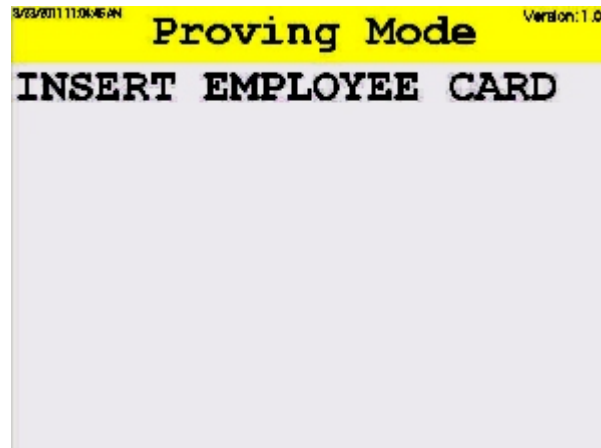

Figure 4
3) The next screen that appears will either ask to “Insert Employee Card” or if a card reader does not exist in the VPD, it will ask “Enter Employee PIN”. Swipe the employee’s card or use the keypad to enter the PIN, if a card reader doesn’t exist in the VPD. (Figure 4 below only shows the prompt for a VPD system that does contain a card reader).
3) L'écran suivant qui apparaît, va soit demander à insérer une carte d'employé «Insert Employee Card» ou si un lecteur de carte n'existe pas dans le VPD, il demandera "Enter Employee PIN". Glissez la carte d'employé ou utilisez le clavier pour entrer le code NIP, si un lecteur de carte n'existe pas dans le VPD. (La figure 4 ci-dessous montre que le système demande d'entrer une carte d'employé pour un système VPD équipé d'un lecteur de carte).